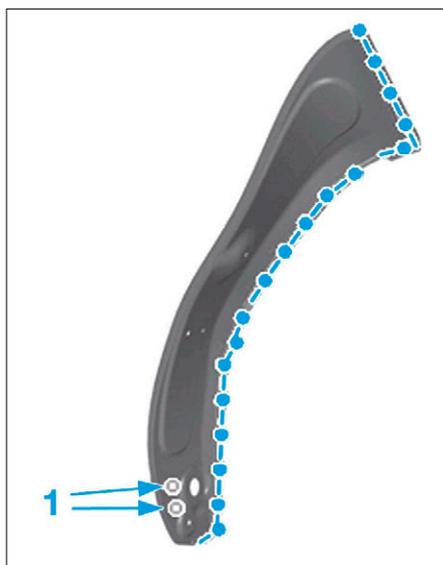

FIG. 192
- Percer au Ø 8 mm pour soudage ultérieur par points bouchons en (1) (Fig.192).